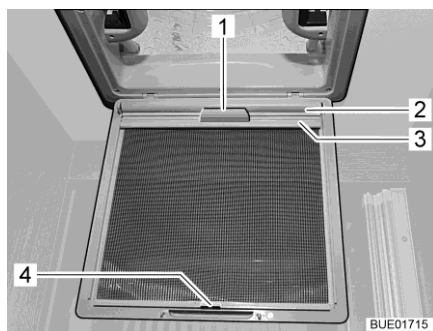

Fig. 29 Oscurante a rullo (oblò)
- Estrarre l'oscurante a rullo (Fig. 29,2) agendo sulla maniglia (Fig. 29,1) e agganciare il listello di supporto (Fig. 29,3) nel gancio (Fig. 29,4) della protezione contro gli insetti.
- Staccare il listello di supporto (Fig. 29,3) dal gancio (Fig. 29,4) e tirare indietro lentamente l'oscurante a rullo (Fig. 29,2) agendo sulla maniglia (Fig. 29,1).